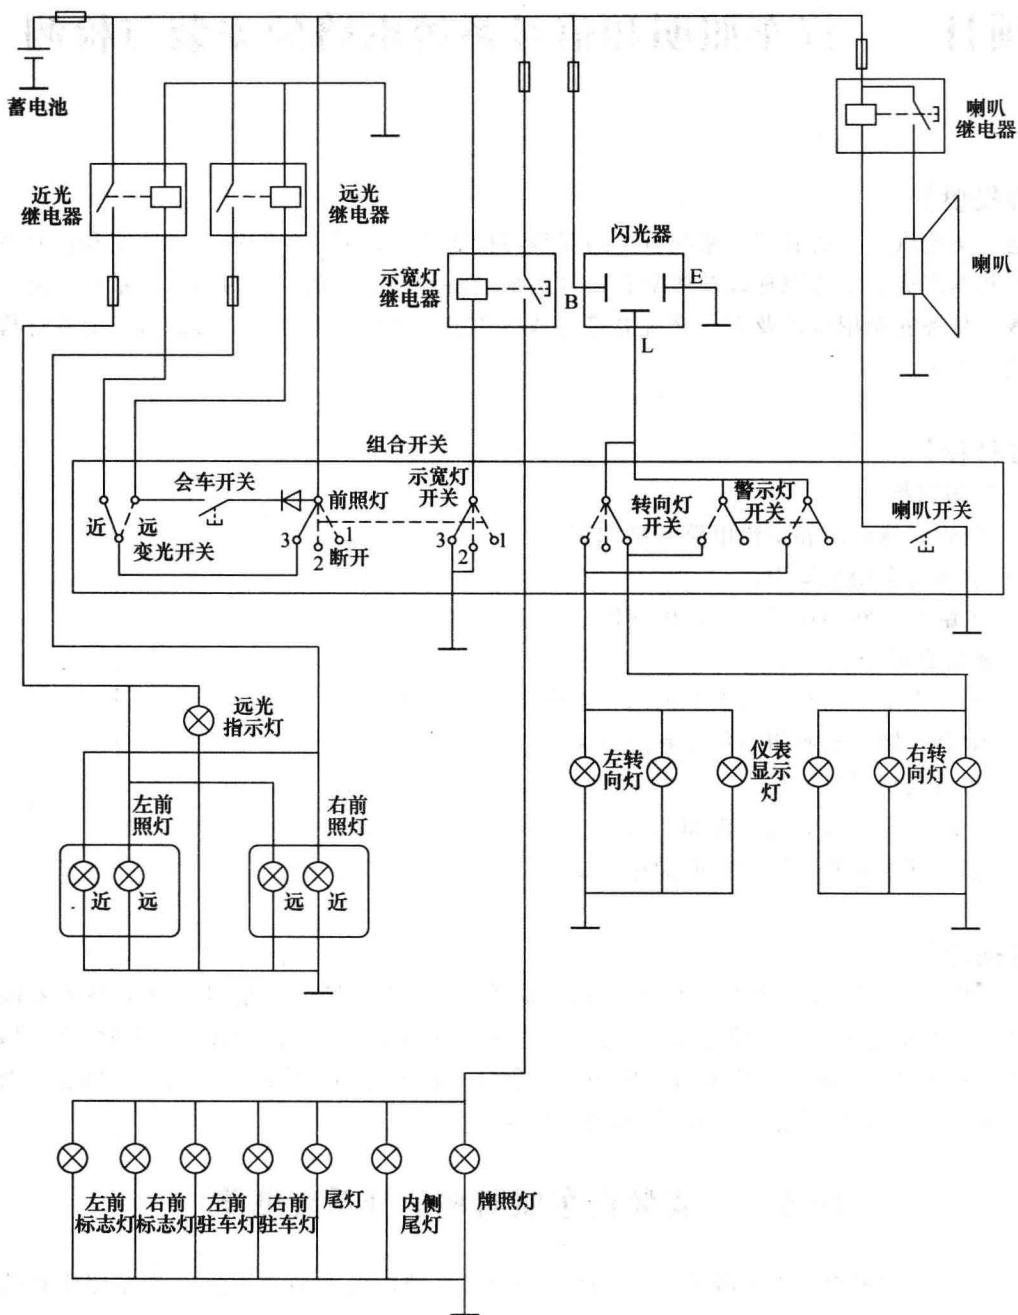
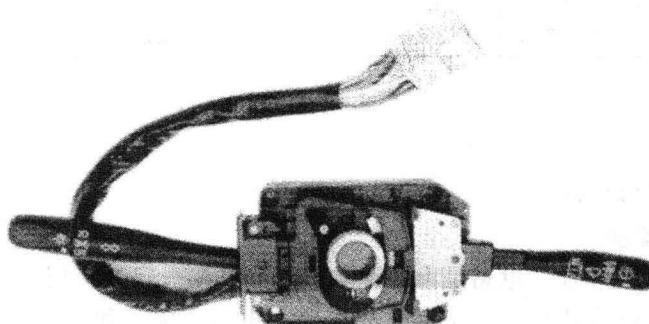

图 1-1 汽车照明和信号系统电路的原理图
图 1-17 组合开关实物图
1) 学生能够根据图 1-1 所示的汽车照明和信号系统电路的原理图进行汽车照明和信号系统电路的安装。
在车上，灯光、喇叭、刮水器等诸多部件的控制都是通过组合开关来实现的。图 1-17 为一种常用的组合开关实物图。图中左边的操作杆控制灯光，向前拨是右转向，向后拨是左转向，向上是超车，向下是从近光灯变成远光灯，顶端的旋钮向前转动一格是示宽灯，再继续向前转动一格是前照灯。其控制电路原理图如图 1-1 所示。图中右边的操作杆控制刮水器和风窗洗涤器。刮水器有四个挡位，分别是 OFF 挡，刮水器不工作；TNT 挡，刮水器间歇工作；LO 挡，刮水器在汽车低速时工作；HI 挡，刮水器在汽车高速时工作。如向上拉起手柄，可使风窗洗涤液喷出。